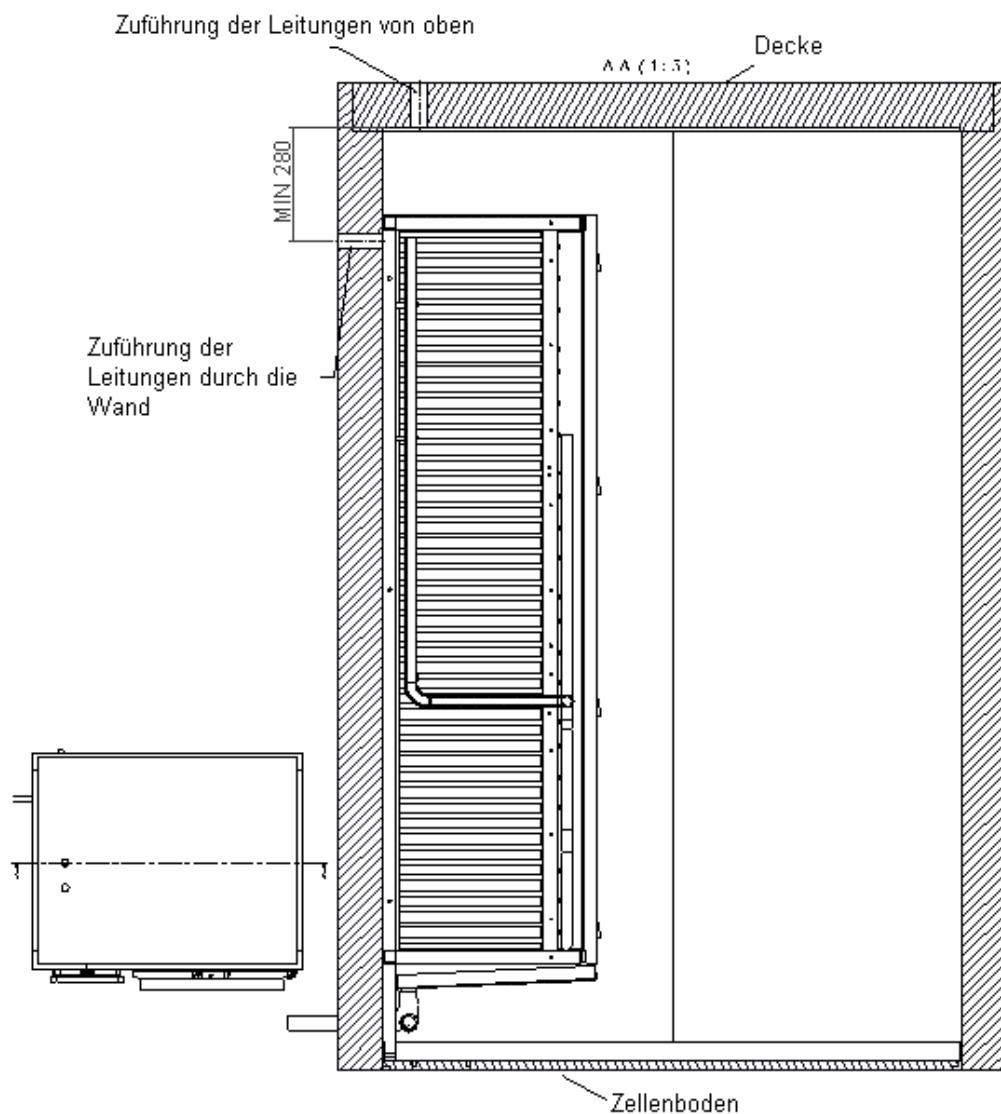

Abbildung 14.
1. Die Kältemittelleitungen können entweder durch die Wand, auf dem der Verdampfer befestigt ist, oder durch die Decke der Zelle geführt werden, siehe Abbildung 14.